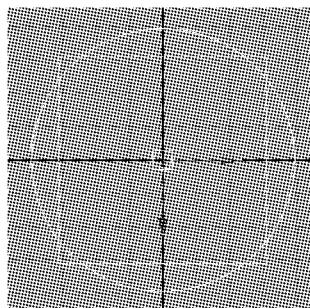

图 3-18 制作圆形和方形曲线
(1) 在 Top(顶视图)上,分别创建出圆形和方形 2 条曲线,如图 3-18 所示。